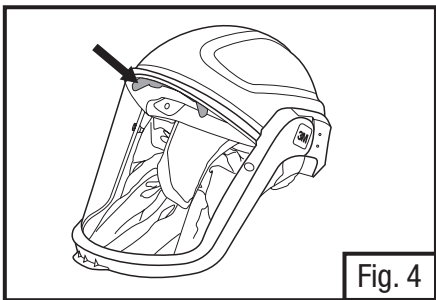

Fig. 4
6. Se necessário, ajuste o fluxo de ar dentro do equipamento para a cabeça para seu conforto. Para ajustar, erga o visor para a posição (aberto). Localize o defletor de ar azul na parte da frente do equipamento para a cabeça e gire. A Fig. 4 mostra onde o defletor de ar se encontra localizado. Há duas posições. Ajuste completamente aberto para um fluxo de ar maior ao longo da face, ou parcialmente fechado, para redirecionar uma quantidade de ar para o visor. Após ajustar o defletor de ar, baixe o visor de volta à posição para baixo.